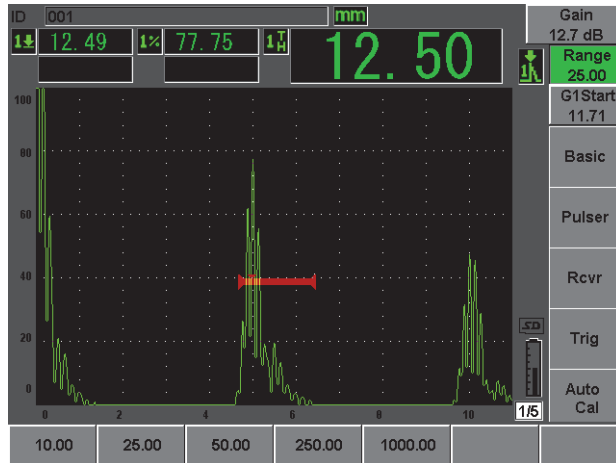

Figura 2-17 Variação de valor
16. Pressione **[RANGE]** e então ajuste a faixa da tela para a configuração desejada (veja Figura 2-17 na página 47).